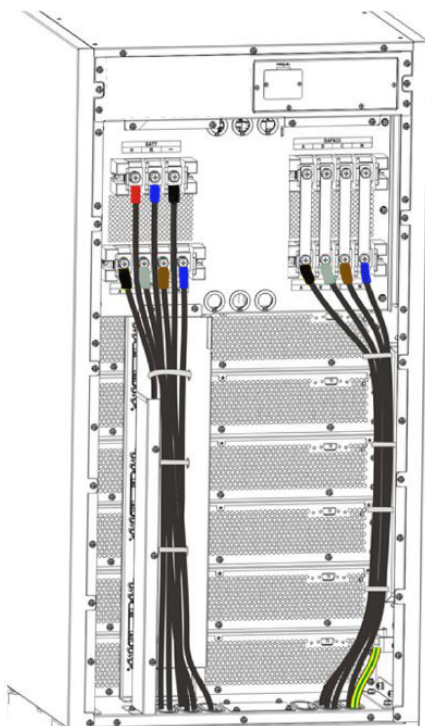

Fig. 33. Entrada de cables en armario de 6 slots.
- Los armarios de 6 slots disponen de dos orificios elípticos tipo pasa-muros situados en la base del armario (ver Fig. 33). Realizar los cortes necesarios que permitan el paso de los cables.
Es imprescindible fijar los cables a los puntos previstos según se puede apreciar en la Fig. 33, para no entorpecer la salida del aire de ventilación.